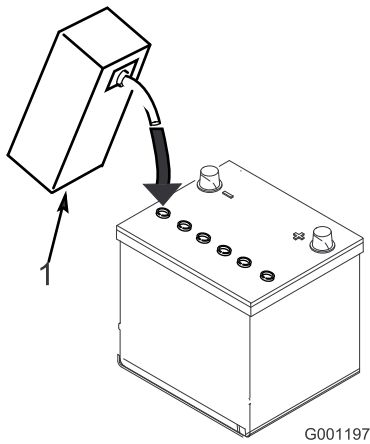

Figure 18
- Attendez environ 20 à 30 minutes pour que les plaques aient le temps de s'imprégner d'électrolyte. Faites l'appoint au besoin pour que le niveau de liquide monte à 6 mm en dessous du creux de remplissage (Figure 18).